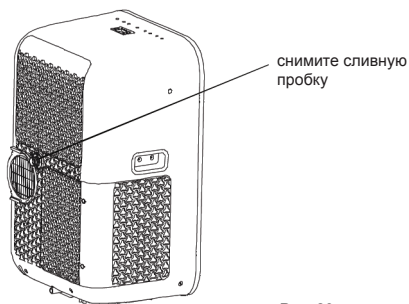

Рис. 23
- При работе в режиме осушения воздуха снимите сливную пробку, расположенную на задней стенке кондиционера, и установите соединитель для слива (5/8", универсальный, с внутренней резьбой) на шланг 3/4" (приобретается отдельно). Для моделей, у которых нет соединителя для слива, просто вставьте сливной шланг в отверстие. Поместите открытый конец шланга непосредственно над зоной слива на вашем полу. См. рис.23 и 24.
- Снимите резиновую пробку, расположенную на задней поверхности кондиционера, и вставьте шланг в сливное отверстие. Поместите открытый конец шланга непосредственно над зоной слива на вашем полу (см. рис.23 и 24).